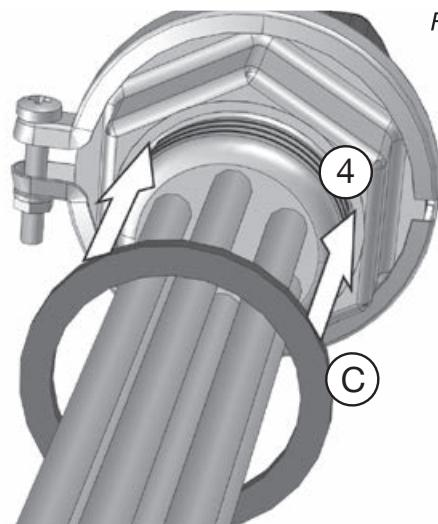

Figure 8
4. Dévisser le capuchon du manchon de raccordement (B) du ballon d'eau chaude.
5. Etanchéifier la rallonge (A) (réf. 1383592) dans le manchon de raccordement (B) du ballon d'eau chaude.
6. Raccorder la rallonge (A) au manchon de raccordement (B) par vissage.
7. Faire glisser le joint fourni (C) sur le corps (4) du thermoplongeur (fig. 8).